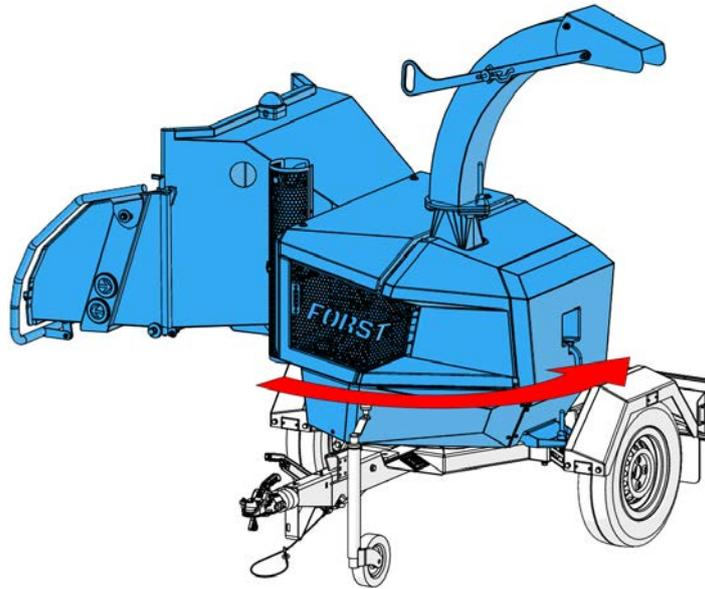

Figure 35 - Faire tourner la machine
4. Faire tourner la machine en utilisant le levier comme poignée (Figure 35).